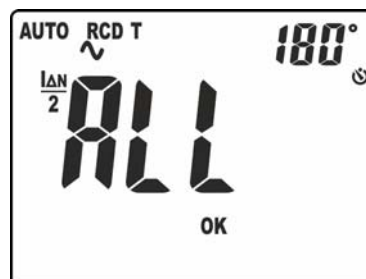

Fig. 34: Videata esito finale test AUTO
16. L'indicazione "ALL OK" di Fig. 34 indica il risultato finale corretto del test.